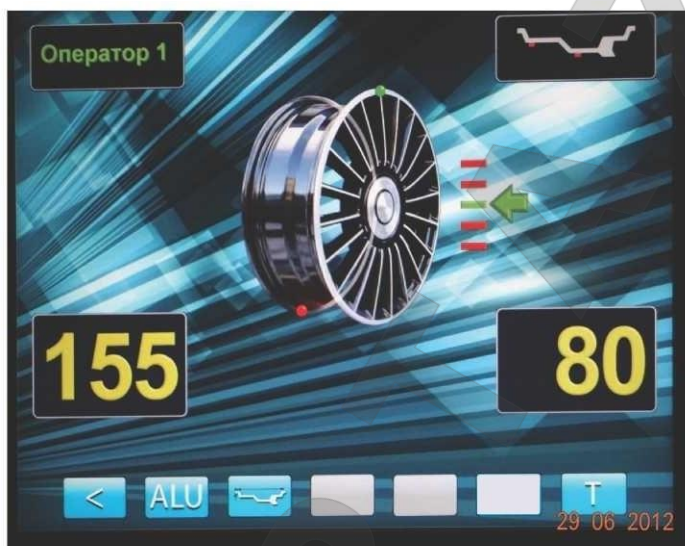

рис.12.1.
13.1.6. Запустите СБ, опустив защитный кожух, либо нажав кнопку «START». На экране основного рабочего режима изображение диска колеса начнёт вращаться. После окончания цикла измерения автоматически включится тормозное устройство и вал СБ остановится. В окнах 1 и 4 появятся значения масс балансируемых грузов в граммах, а на изображении диска появятся две красные точки, отмечающие места их установки (рис.12.1).